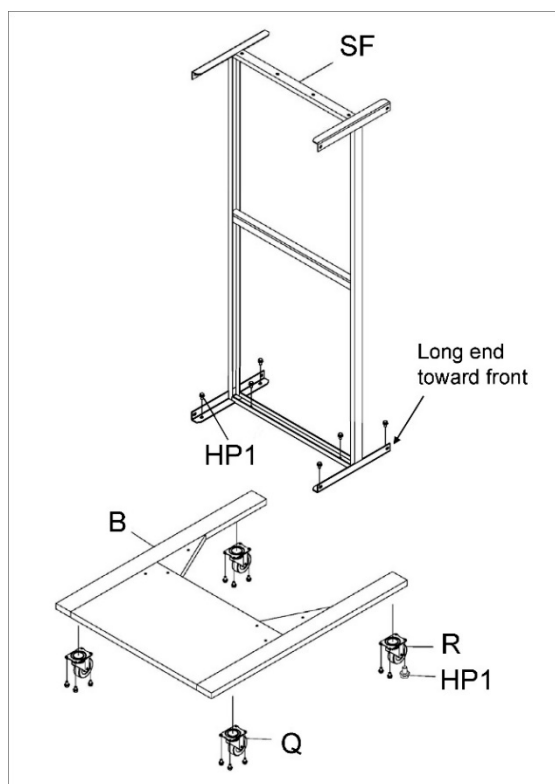

Рисунок 4
1. Установите неподвижные колеса (Q, Рис. 4) и поворотные колеса (R) в резьбовые отверстия в основании (B) с помощью болтов с шестигранной головкой (HP1). Обратите внимание, что неподвижные колеса устанавливаются под платформой основания, как показано на рисунке.
2. Прикрепите опорную раму (SF) к основанию (B) с помощью болтов (HP1). Убедитесь, что опорная рама ориентирована правильно - длинный конец нижней перекладины будет обращен вперед или в сторону барабана.